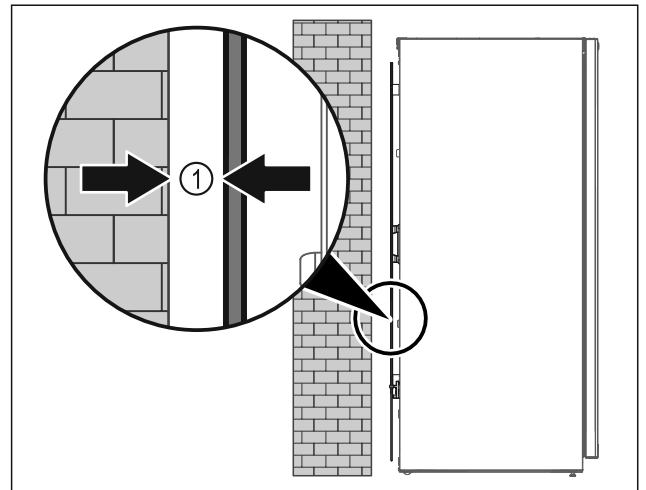

Fig. 9
- ▶ Prietaisą galima statyti arba laisvai patalpoje, arba prie pat sienos min. 5 mm Fig. 9 (1) atstumu.